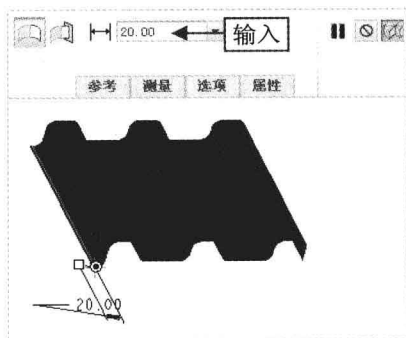

图 10-15 设置参数
Step 02 在“功能区”选项板的“模型”选项卡中,单击“编辑”面板中的“延伸”按钮,弹出“延伸”选项卡,在“延伸的距离”数值框中输入 20,如图 10-15 所示。